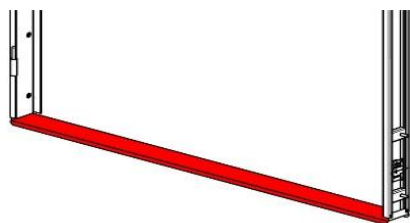

Figura 1.
4. Îndepărtați pragul temporar (Figura 1).